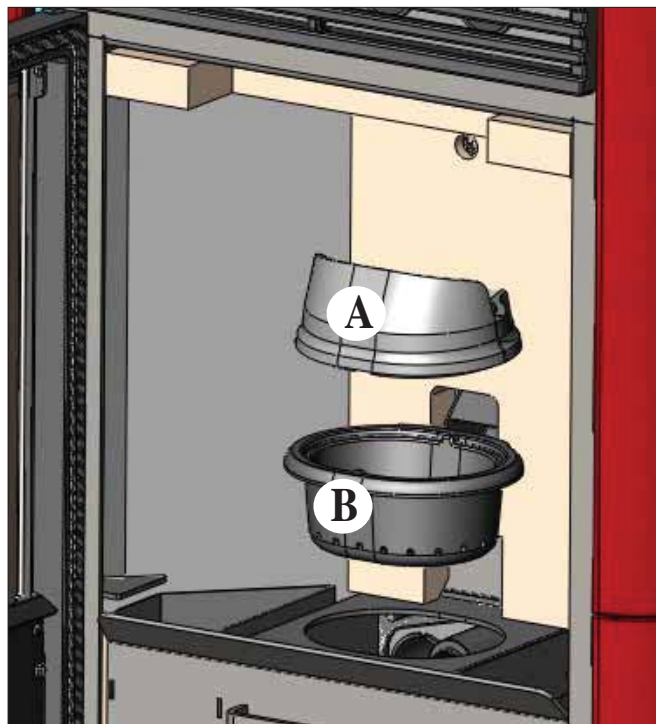

fig. 1
Après le nettoyage normal, il est **PRIMORDIAL** d'assembler correctement le creuset supérieur (A) (fig.1) avec le creuset inférieur (B) (fig. 1) afin de ne pas compromettre le fonctionnement du thermopoêle.